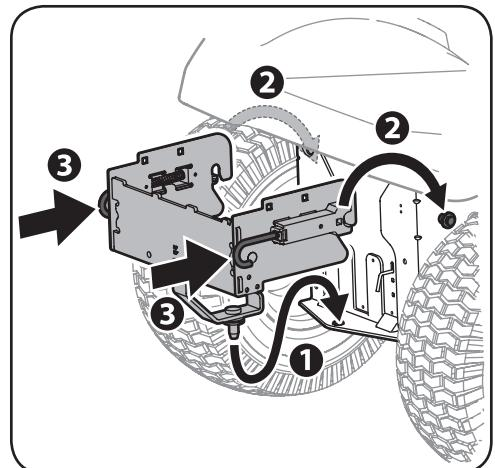

Figure 2-5
3. Glissez la goupille en l'inclinant légèrement, à l'arrière du cadre de la tondeuse, dans le bas de l'ensemble de support dans l'adaptateur d'attelage. Consultez le n° 1 à la Figure 2-5.
4. Entrez doucement l'ensemble de l'attache d'attelage sur les boulons d'épaulement, sur les côtés du cadre de la tondeuse. Consultez le n° 2 à la Figure 2-5.
5. Enlevez les goupilles en j de l'arrière de l'ensemble de support. Consultez le n° 3 à la Figure 2-5.